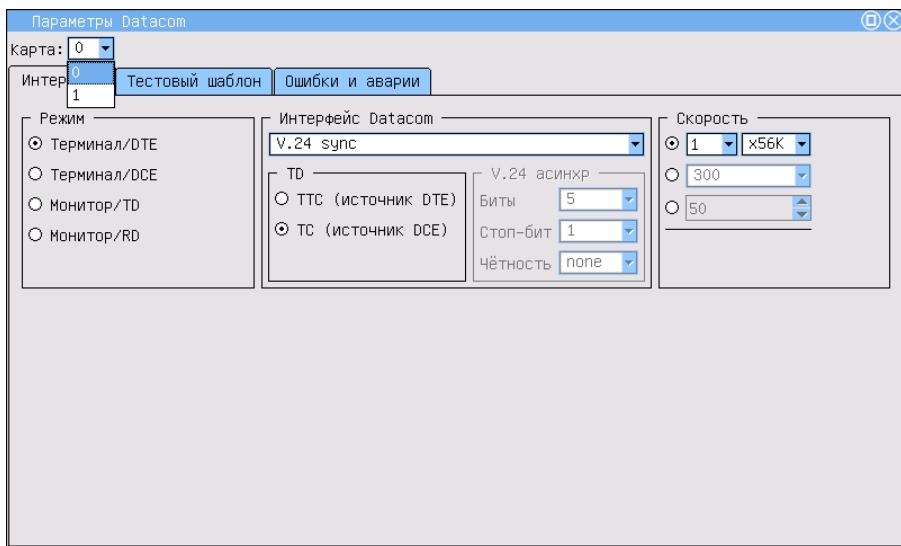

Рис. 3.2. Выбор карты
2. Выбрать активную карту B4-DC (см. рис.3.2).